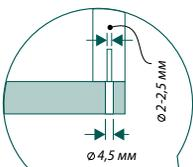

Рис. 9
3.5 Нарастите ширину коробки до толщины стены при помощи доборного элемента. Рис. 9, 10, 11.